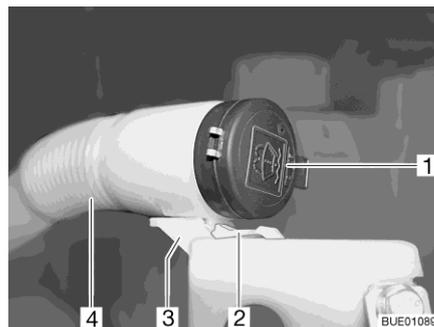

Fig. 44 Bocchettone di riempimento del contenitore dell'acqua di lavaggio
- Premere il nasello (Fig. 44,2) verso il basso e tenerlo premuto.
- Tirare il tubo flessibile (Fig. 44,4) in avanti dal supporto (Fig. 44,3).
- Rimuovere il coperchio (Fig. 44,1) del bocchettone di riempimento del contenitore dell'acqua di lavaggio.